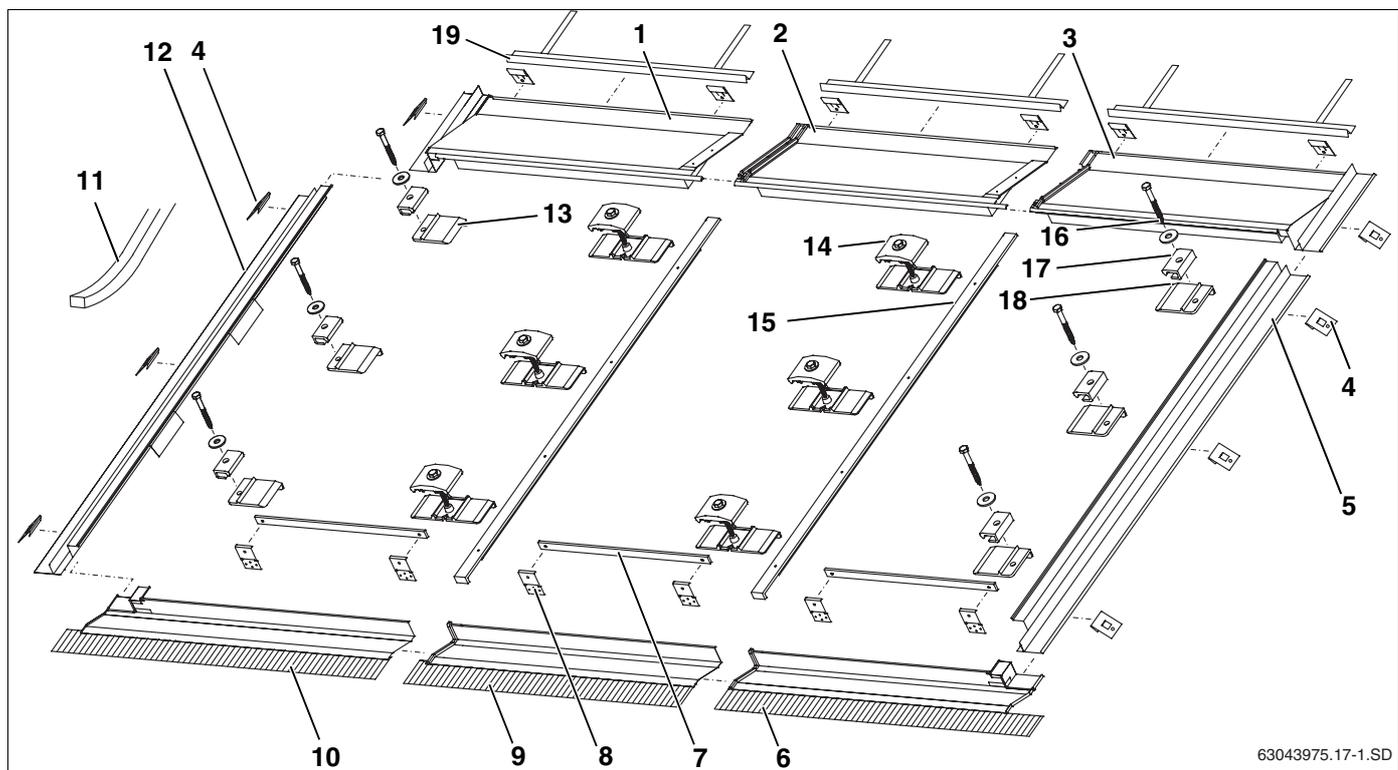

Fig. 2 1 Kit de base pour les capteurs extérieurs et 1 kit d'extension pour le capteur du milieu (vertical, une rangée)
Les tôles de recouvrement inférieures (fig. 2, **pos. 6, 9** et **10**) sont adaptées aux couvertures en ardoises ou bardeaux sans feuille protectrice en plomb.
Kit de montage de base pour les deux capteurs extérieurs d'une rangée de capteurs (fig. 2) :
Kit d'extension, par capteur supplémentaire (fig. 2) :